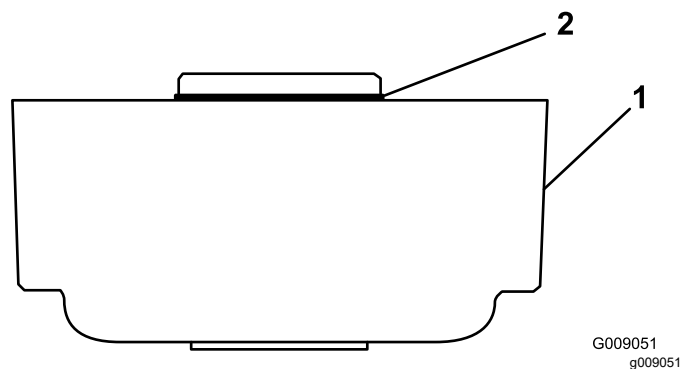

Figure 5
5. Sur le kit brosse de rouleau modèle 03668 uniquement, montez le joint torique jaune sur le carter de brosse (Figure 5).